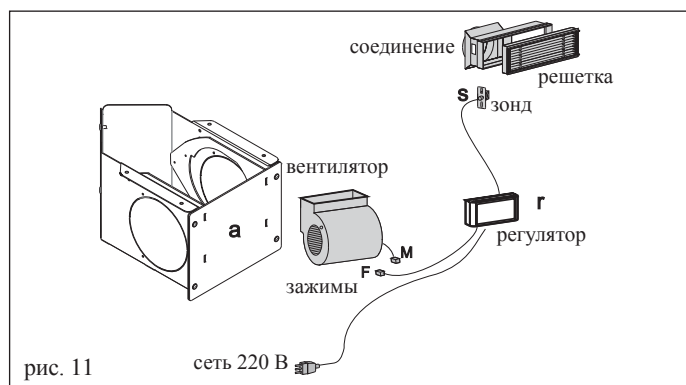
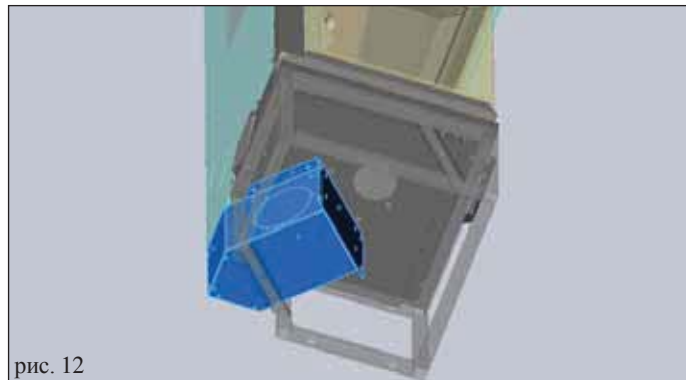

рис. 11
рис. 12
- Воздушная коробка должна быть установлена под основанием камина рядом с его слепым углом, закреплена с помощью 4 винтов, поставляемых в комплекте (рис. 12).
- Снять переднюю панель, удалив 4 винта (а - рис. 11)
- Подключить два коннектора М и F (рис. 11), проведя кабель через правое и левое отверстия на боковых сторонах воздушной коробки.
- От регулятора (г - рис. 11) протянуть кабель питания до электрической розетки
- Кабель с зондом (s - рис. 11), напротив, протягивается до одного из патрубков (b - рис. 12) выхода горячего воздуха, обычно расположенных на облицовке колпака.